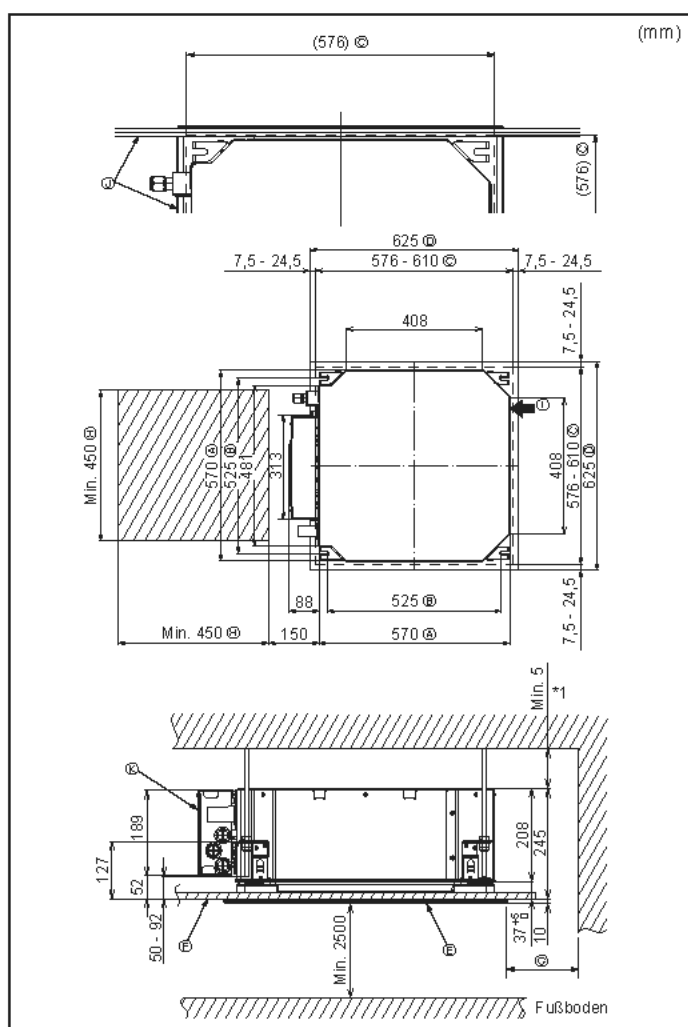

Fig. 4-2
②	Unterlegscheibe (mit Isolierung)	4
③	Unterlegscheibe (ohne Isolierung)	4
④	Rohrdeckung (für Verbindung der Kältemittelrohrleitung)
⑤	kleiner Durchmesser (flüssig)	1
⑥	großer Durchmesser (gasförmig)	1
⑦	Kabelbinder (groß)	6
⑧	Kabelbinder (mittel)	2
⑨	Kabelbinder (klein)	2
⑩	Ablassmuffe	1
⑪	Isolierung	1
4.2. Lage der Öffnungen in der Decke und der Befestigungsschrauben für die Aufhängung (Fig. 4-2)